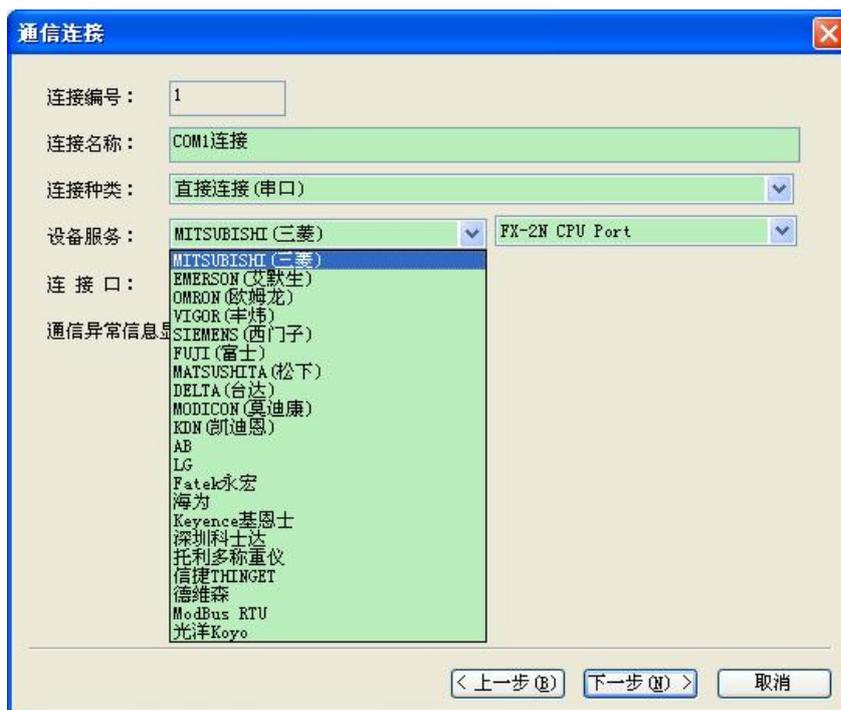

图 6-4 新建项目之通信连接设置对话框
- ✓ 在“工程名称”一栏输入工程名称；在“位置”一栏中为该工程选择一个保存位置；在“型号选择”选择“SA-4.3A (480\*272 4.3’)”（该实例以 4.3 寸的 HMI 为例，用户可根据需要选择其他的 HMI 型号）；在“显示模式”下选择“水平”（用户可根据需要选择垂直显示）；设置完后，用户刚设置的信息可在下方的“型号参数”模块中显示出来。确定后用户可点击“下一步”按钮，弹出如图 6-4 所示对话框：